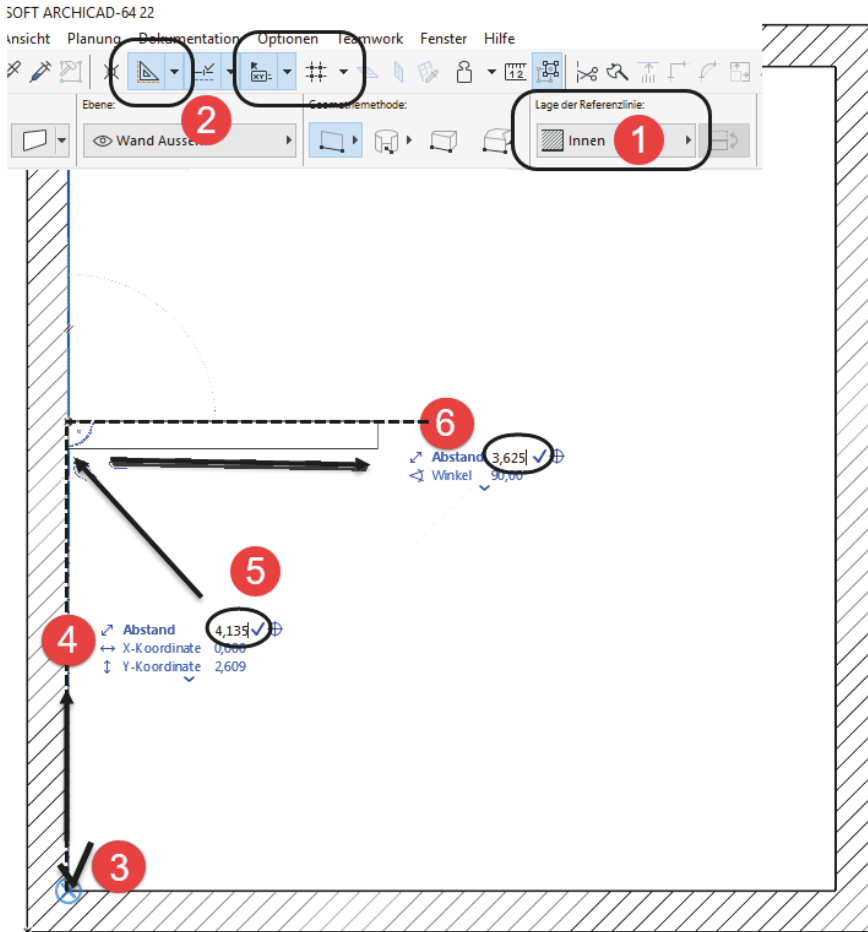

Abb. 1.37: Koordinateneingabe entlang Hilfslinie und TRACKER-Eingabe für zweiten Punkt einer Wand (RMK – Rechts-Maus-Klick)
- fahren Sie die Ecke unten links an (Abbildung 1.37), bis das Häkchensymbol erscheint und die Wand-Innenecke hellblau umkringelt wird,